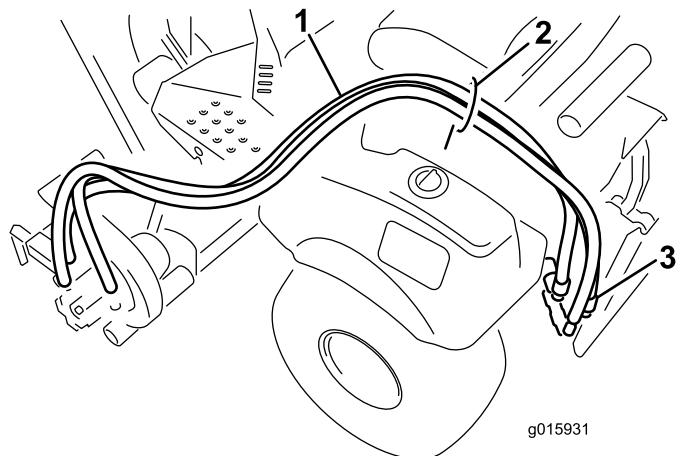

Figure 7
- Faites passer les flexibles hydrauliques dans le guide-flexible et à l'arrière de la machine (Figure 7).
2. Branchez les flexibles aux raccords à distance arrière (Figure 7).